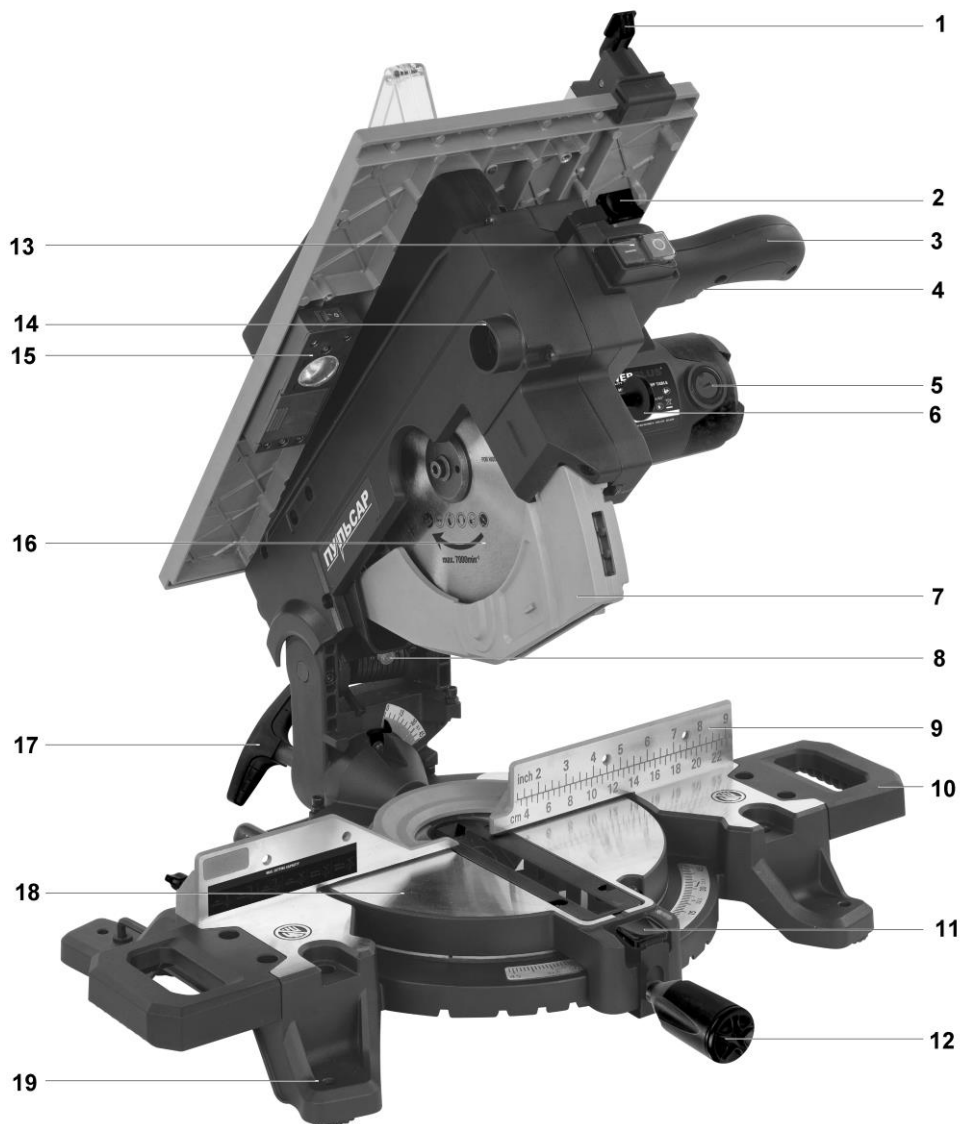
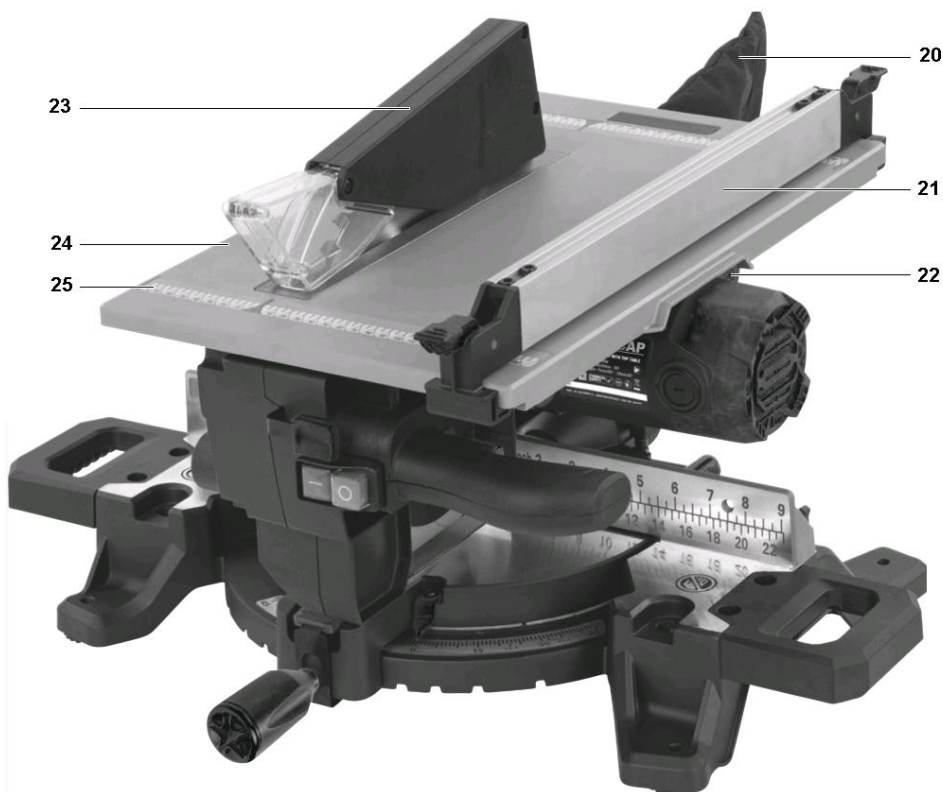
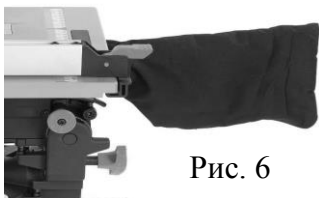

Рис. 1
Рис. 2
Рис. 6
Установите инструмент на ровную плоскую поверхность, зафиксируйте пилу так, чтобы она не смещалась во время работы. Наиболее подходящие поверхности: бетонный пол, металлическая столешница верстака. Для надежной фиксации используйте болты (в комплект поставки не входят), через отверстия (рис.1 п.19).
Установите указатель поворотного стола в положение 0° , и затяните рукояткой фиксации (рис.1 п.12). Установите указатель наклона торцовочной пилы в положение 0° , и затяните рукояткой фиксации (рис.1 п.17). Нажав рычаг разблокировки (рис.1 п.2) опустите за рукоятку (рис.1 п.3) пилу в нижнее положение и задвиньте фиксатор (рис.2 п.22). Вытяните фиксатор (рис.1 п.6) одновременно опуская стол настольной пилы (рис.2 п.24) вниз. Вставьте фиксатор (рис.1 п.6), когда стол достигнет нижнего положения. В режиме настольной пилы используйте выключатель (рис.1 п.13).
Затяните фиксирующие рукоятки (рис.1 п.12) и (рис.1 п.17), повернув их по часовой стрелке. Вытяните фиксатор (рис.1 п.6), затем фиксатор (рис.2 п.22). Поднимите стол пилы, в самое верхнее положение. В режиме торцовочной пилы для включения используйте нажатый рычаг (рис.1 п.2) и выключатель (рис.1 п.4).
Пильный диск следует заменять в случае любых повреждений или по мере его износа. Отключите пилу от электросети. Установите изделие в режим торцовочной пилы. Установите ключ для план-шайб, на внешнюю план-шайбу и открутите винт пильного диска, повернув его по часовой стрелке с помощью шестигранного ключа. Снимите винт пильного диска и внешнюю планшайбу. Нажмите рычаг (рис.1 п.2) и поднимите защитный кожух (рис.1 п.2) вверх. Снимите пильный диск. Установите новый диск под защитный кожух. Установите обратно внешнюю планшайбу и винт. Затем с достаточным усилием закрутите винт шестигранным ключом против часовой стрелки, фиксируя при этом ключом для план-шайбы.
Для пиления длинных заготовок используйте прилагаемые удлинители стола (рис.1 п.10). Для их установки выкрутите винты фиксации удлинителя стола, установите удлинители и затяните винты фиксации, как показано на (рис. 5).
Для уменьшения запыленности рабочего места используйте поставляемый в комплекте пылесборник или специализированный пылесос. В режиме торцовочной пилы, подсоедините пылесборник или шланг пылесоса к патрубку (рис.6), патрубок (рис.1 п.14) закройте резиновой
В режиме настольной пилы подсоедините пылесборник или шланг пылесоса к патрубку (рис. 1 п.14), патрубок на (рис. 6) закройте резиновой заглушкой. Для подключения пылесоса может потребоваться переходник (в комплект не входит).
Ослабьте рукоятку фиксации поворотного стола (рис.1 п.12), нажмите рычаг разблокировки (рис.1 п.11) и поворачивайте стол (рис.1 п.18) до совпадения указателя со значением 0° на шкале угла поворота. Зафиксируйте положение рукояткой (рис.1 п.12).
Угол наклона регулируется в пределах от 0° до 45° влево. Для регулировки угла наклона ослабьте ручку фиксации (рис.1 п.17). Установите требуемый угол наклона, совместив указатель с соответствующим значением на шкале. Зафиксируйте ручку угла наклона (рис.1 п.17).
Пила позволяют производить косое пиление под углом от 0° до 45° , влево и вправо в горизонтальной плоскости. Для регулировки угла поворота ослабьте рукоятку фиксации поворотного стола (рис.1 п.12), нажмите рычаг разблокировки (рис.1 п.11) и поворачивайте стол (рис.1 п.18) до совпадения указателя с нужным значением на шкале угла поворота. Зафиксируйте данное положение рукояткой фиксации (рис.1 п.12).
Для увеличения точности пиления используйте лазерный указатель линии реза (рис.1 п.8). Для включения лазерного указателя переведите выключатель в положение I. Для выключения переведите выключатель в положение 0.
Комбинированная пила оснащена подсветкой рабочей зоны (рис.1 п.15). Для включения подсветки переведите выключатель в положение I. Для выключения переведите выключатель в положение 0.
Подключите сетевой кабель к розетке. Для включения инструмента нажмите и удерживайте выключатель (рис.1 п.4). После включения дайте диску выйти на максимальные обороты вращения. Нажмите на рычаг разблокировки (рис.1 п.2). Держась за рукоятку (рис.1 п.3), плавно опустите диск, аккуратно коснитесь диском обрабатываемой детали. Нажмите на рукоятку сверху вниз для выполнения реза. Не прилагайте излишних усилий, не допускайте значительного снижения
Подключите сетевой кабель к розетке. Для включения инструмента нажмите на выключателе (рис.1 п.13) кнопку (I). После включения дайте диску выйти на максимальные обороты вращения. Для выключения пилы необходимо нажать кнопку на выключателе (O).
Для пиления ослабьте фиксаторы параллельного упора (рис.1 п.1) с обеих сторон. Установите параллельный упор на требуемый размер, используя шкалу на столе (рис.2 п.25), и закрепите с помощью фиксаторов (рис.1 п.1). Включите пилу. Плавно сдвигайте заготовку вдоль параллельного упора к пильному диску. Заготовка подымет защитный кожух (рис.2 п.23), при начале пиления. По завершению распила защитный кожух (рис.2 п.23) опуститься и закроет пильный диск. Для безопасности при подаче заготовки всегда используйте прилагаемый толкатель.
Графитовые щетки в процессе эксплуатации пилы изнашиваются. Для замены требуется открутить крышки щеткодержателей (рис.1 п.5), вытащить изношенные щетки и заменить на новые. Графитовые щетки меняются парами.